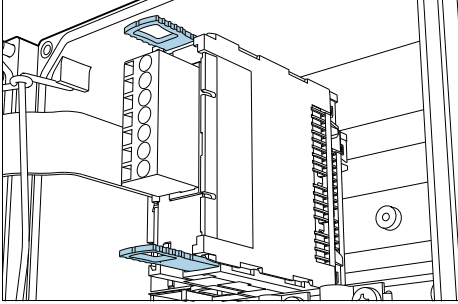

图 5: 拆卸模块：拆卸辅助设备
3. 拔出模块上的两个可拆卸辅助件 (→ 图 5) 直到止挡位置。